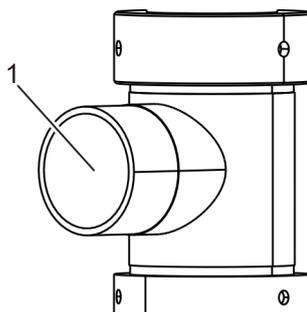

Abb. 60: Medienanschluss
17. ▶ Medienzuleitung wieder am Medienanschluss (Abb. 60/1) gemäß ↪ Kapitel 6.11 „Medienzuleitung anschließen“ auf Seite 68 anschließen.